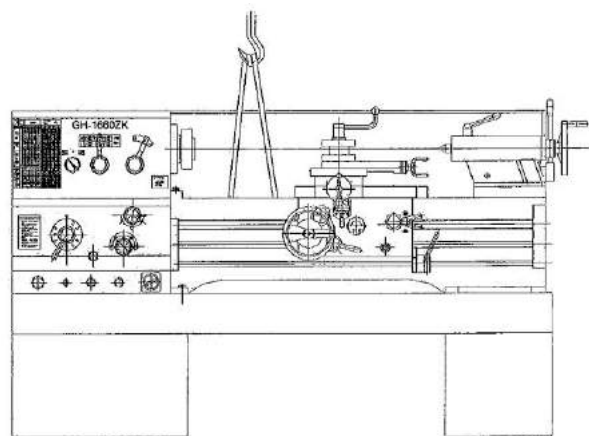

Рис.3
7. Используя оборудование достаточной грузоподъемности, медленно приподнимите станок над транспортным поддоном. Схема строповки показана на Рис.3. НЕ ПОДНИМАЙТЕ СТАНОК ЗА ШПИНДЕЛЬ!